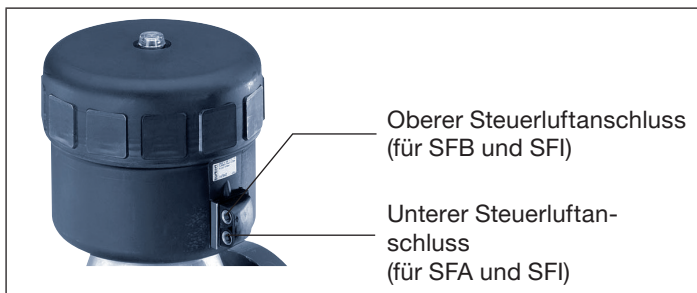

Bild 17: Pneumatischer Anschluss
→ Unteren Steuerluftanschluss mit Druckluft (Wert wie auf dem Typschild angegeben) beaufschlagen (siehe „Bild 17“).
- Oberen Steuerluftanschluss mit Druckluft (Wert wie auf dem Typschild angegeben) beaufschlagen (siehe „Bild 17“).